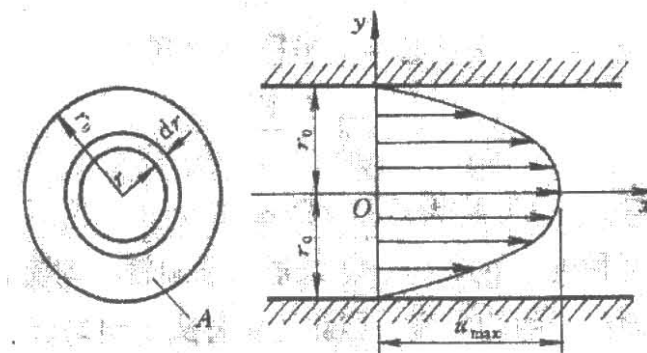

图 6 圆管层流
- 1、以圆管层流运动特点为基础, 根据圆管层流间摩擦切应力  $\tau = g \cdot \rho \cdot \left(\frac{r}{2}\right) \cdot J$ 。如图 6 所示。
①推导圆管断面的流速分布方程:  $u = \frac{gJ}{4\nu}(r_0^2 - r^2)$
②推导圆管层流流动的断面平均流速  $V = \frac{1}{2}u_{\max}$